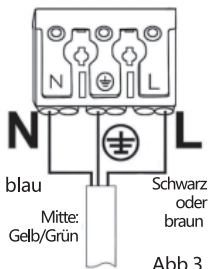

Abb.3
- fig. 3:** Preparare il cavo senza corrente secondo le norme di legge. Collegare i fili secondo i segni.
- Abb. 3:** Bereiten Sie das stromlose Kabel gemäß den gesetzlichen Bestimmungen vor. Schließen Sie die Kabel gemäß den Markierungen an.
4. **Fig. 3:** Bereid de stroomloze kabel voor in overeenstemming met wettelijke voorschriften. Verbind de draden conform de markeringen.